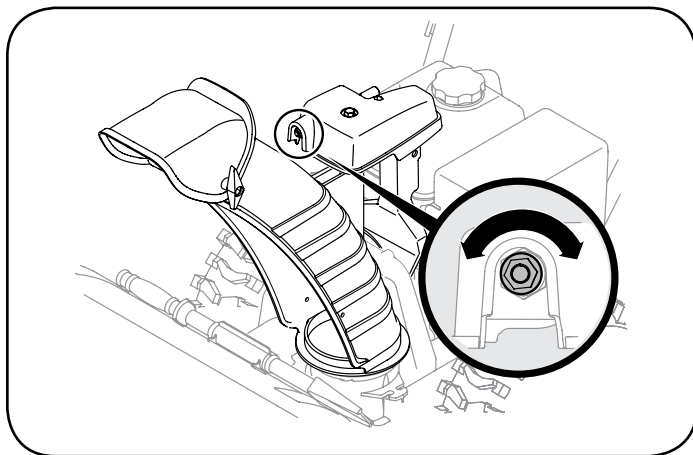

Figura 55
3. Para incrementar la precarga, apretar la tuerca hexagonal en sentido horario en intervalos de $\frac{1}{4}$ de vuelta. Véase la Figura 55.